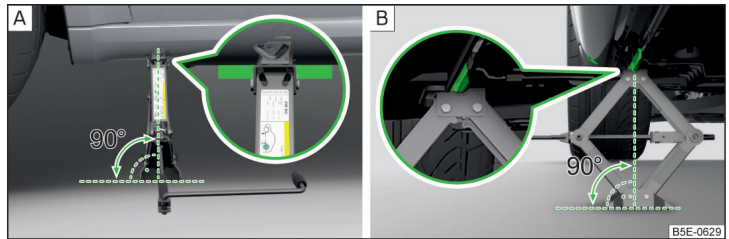

Abb. 212 Wagenheber ansetzen
- › Die Grundplatte des Wagenhebers mit der gesamten Fläche auf einem geraden Untergrund stellen, sodass sich der Heber in senkrechter Position zum Aufnahmesteg befindet » Abb. 212 - A.
- › Den Wagenheber mit der Kurbel so weit hoch drehen, bis die Klaue des Hebers den Steg umfasst » Abb. 212 - B.